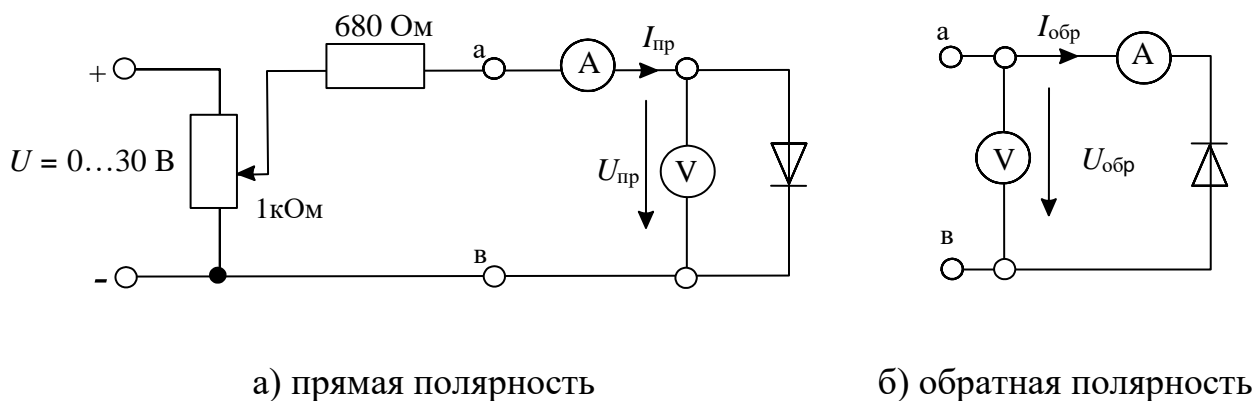

Рисунок 3 Схема для получения вольтамперной характеристики диода
1.1. К диоду (рис. 3, а) при прямой полярности приложите напряжение постоянного тока  $U_{пр.}$ , величины которого указаны в таблице 1, измерьте с помощью мультиметра соответствующие токи  $I_{пр.}$  и их значения занесите в эту таблицу. Используйте при этом схему измерения с погрешностью по току (рис. 3, а).
1.2. Измените полярность диода, переключите вольтметр для измерений с погрешностью по напряжению как показано на рис. 3, б и повторите экспери-